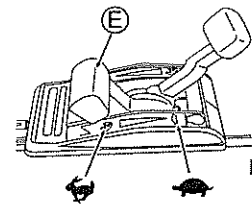

Fig. 12.
- Vérifiez qu'il n'y a personne derrière vous lorsque vous tirez sur le bouton du Démarreur (V).
- Attrapez fermement le bouton du Démarreur (V) lorsque vous le tirez.
- Remettez doucement le bouton du Démarreur (V) dans sa position initiale.
- 5 Faites chauffer la machine avant de l'utiliser. Une fois que le moteur est chaud, commencez à tondre en plaçant la Manette des gaz (E) sur la position "N". (Voir Fig. 12.)